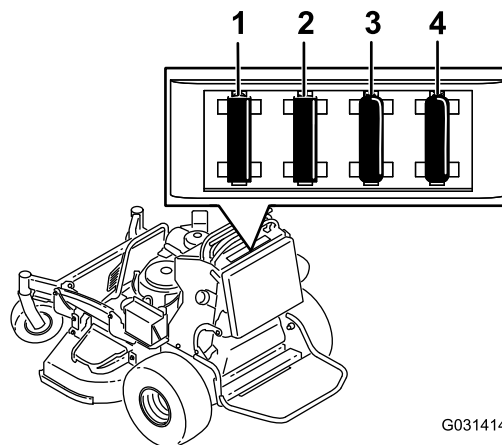

Figura 64
5. Extraiga el fusible y sustitúyalo (Figura 64).